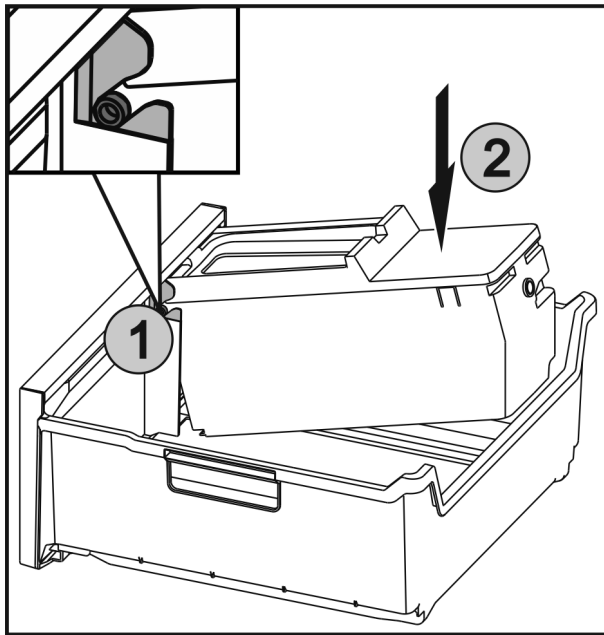

Fig. 54
- ▶ Die Achsen Fig. 54 (1) an EasyTwist-Ice in die Führungen einschieben und die hintere Seite Fig. 54 (2) bis die Lasche einrastet drücken.